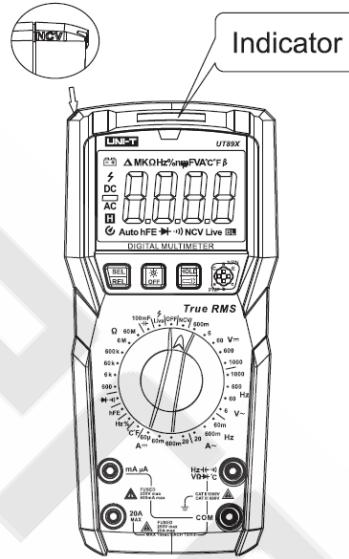

Рисунок 12
9.10 Бесконтактное измерение электрического поля переменного тока (NCV) (Рисунок 12)